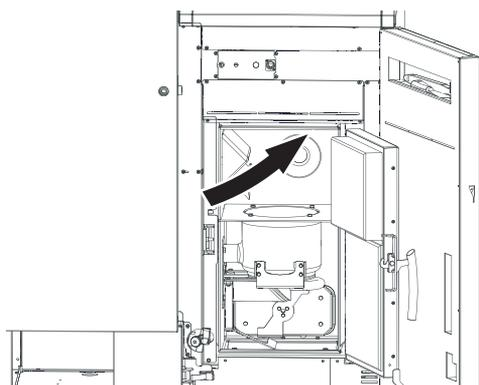
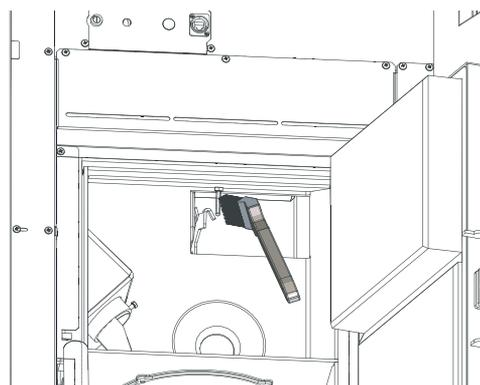

Fig. 35 Pulire la sonda Thermocontrol
Fig. 36 Pulire la sonda Thermocontrol
- ▶ All'occorrenza, rimuovere la cenere volatile dalla sonda Thermocontrol per mezzo di un pennello. La sonda Thermocontrol si trova nella camera di combustione – Fig. 35, Fig. 36.